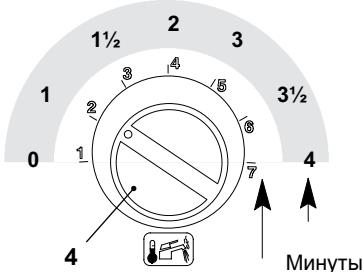

рис. 5.17
Чтобы узнать значение текущего параметра, нажмите и удерживайте кнопку сброса в течение 5 секунд. Индикаторы 3 (рис. 5.15) вспыхнут количество раз (от 1 до 7), соответствующее настройке (рис. 5.17).
- Для изменения настройки поверните регулятор температуры ГВС, и установите желаемое время (рис. 5.17). В примере регулятор установлен на постциркуляцию в одну минуту, индикатор блокировки 7 (рис. 5.15) быстро мигает